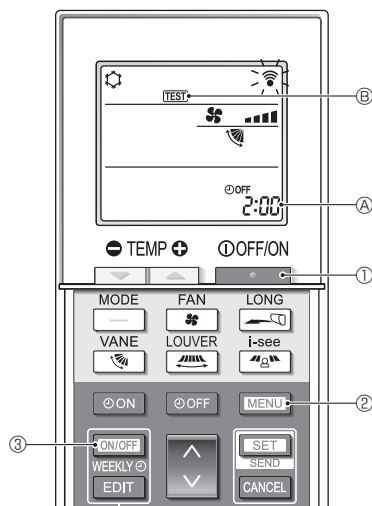

Fig. 7-5
■ Essai de fonctionnement (Fig. 7-5)
- Appuyez sur le bouton **ON/OFF** ① pour arrêter le climatiseur.
- Si la minuterie hebdomadaire est activée (**WEEKLY** est affiché), appuyez sur le bouton **ON/OFF WEEKLY** ③ pour la désactiver (**WEEKLY** disparaît).
- Appuyez sur le bouton **MENU** ② pendant 5 secondes.
- Appuyez sur le bouton **MENU** ②.
- Appuyez sur le bouton **TEST** ④ et l'appareil entre en mode essai de fonctionnement.